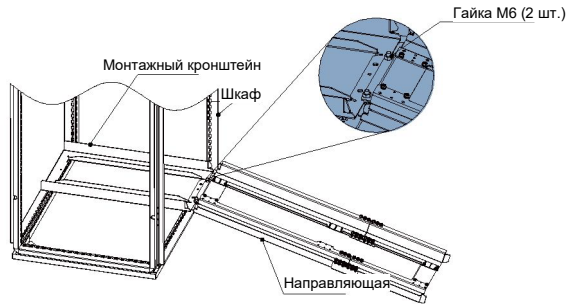

Рис. 1-12 Установка направляющих на шкафу
- b. Совместить два круглых отверстия на переднем крае направляющих с винтами монтажного кронштейна и зафиксировать двумя гайками М6 для установки направляющих на шкафу, как показано на рис. 1-12 на стр. 23.